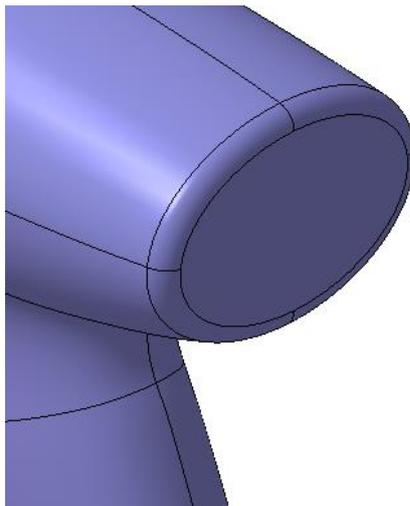

Рисунок 75
- Нажмите кнопку **Создать объект** .(рис.75).
- Укажите ребро пересечения Рукоятки с Гардой (рис.75).